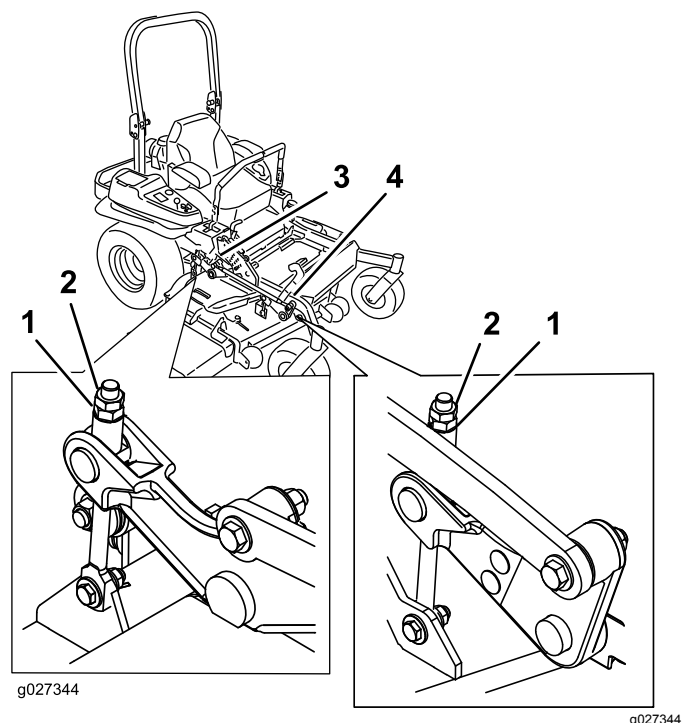

Figure 93
10. Ajustez précisément le serrage de l'écrou de réglage sur l'ensemble de levage du tablier avant (Figure 93).
16. Ajustez précisément la vis de réglage en la tournant jusqu'à obtention d'une hauteur de 8,3 mm (3-1/4 po) (Figure 93).